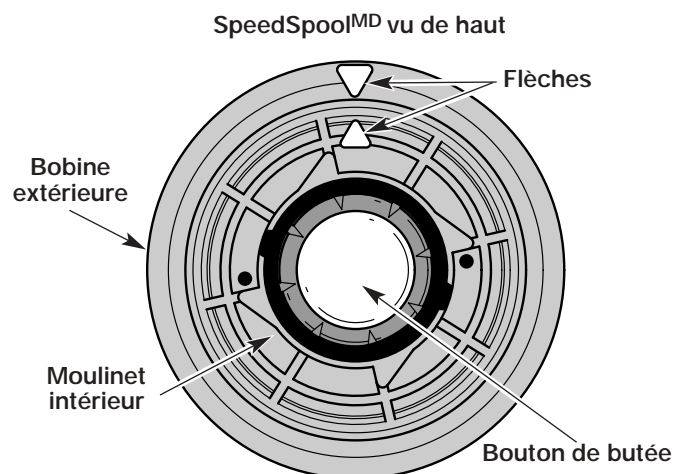

Figure 15
2. Alignez la flèche du moulinet intérieur avec celle de la bobine extérieure (Fig. 15).